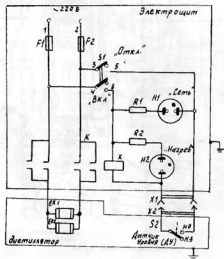

Рис. 2. Схема электрическая принципиальная изделия ДЭ-4-2.
9. 11. Подключить датчик уровня 6, соединив вилку Х2 провода датчика с розеткой Х1 электрошита 27 (рис. 2).